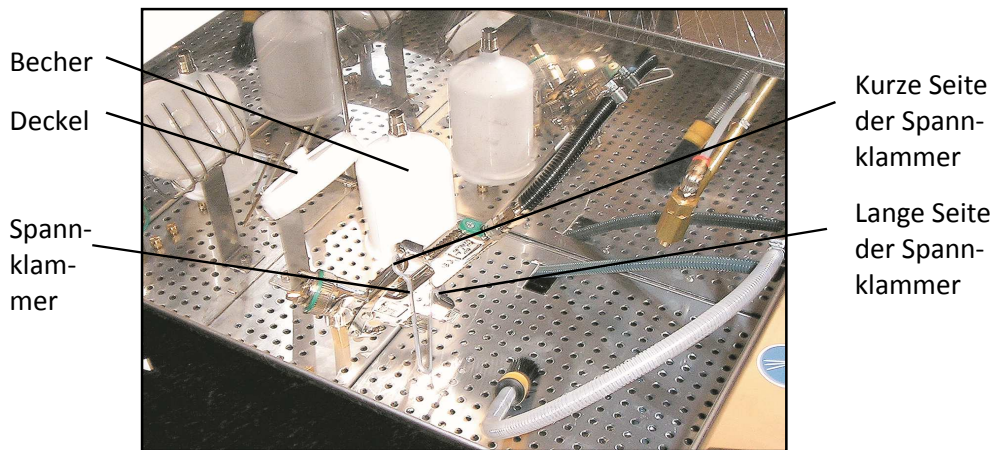

Abbildung 9-2
Geräteklappe öffnen. Die Absaugung fängt automatisch an zu arbeiten. Danach Pistole wie folgt einsetzen (Abbildung 9-2):
4. Den Spritzpistolenabzug mit der im Waschraum befindlichen Spannklammer **erst jetzt spannen**. Achten Sie darauf die Spannklammer richtigerum einzusetzen (Abbildung 9-2).